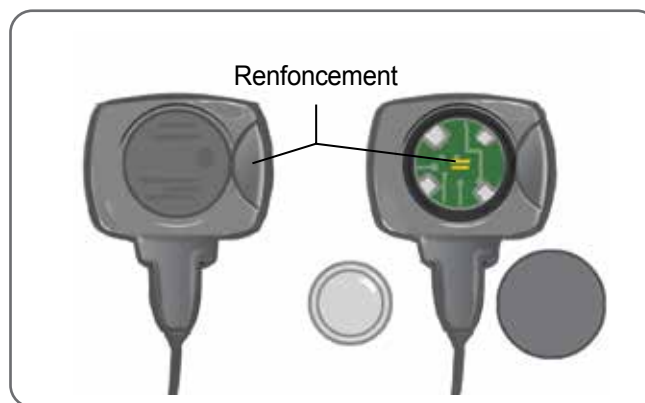

Figure 11-1 : Remplacement de la batterie du capteur talonnier
1. Aidez-vous du renforcement à l'arrière du capteur talonnier pour dégager le couvercle de la batterie. Reportez-vous à la figure 11-1.